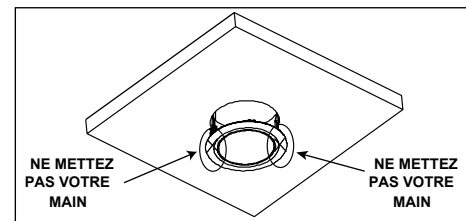

Figure 7
- **NE METTEZ PAS VOTRE MAIN AU-DESSOUS DE LA PINCE À RESSORT PENDANT LE PROCESSUS DE DÉINSTALLATION. L'ENCLÈMEMENT DES PINCES PEUT DES CLIPS PEUT ENTRAINER DES BLESSURES À LA MAIN.** (Figure 7)